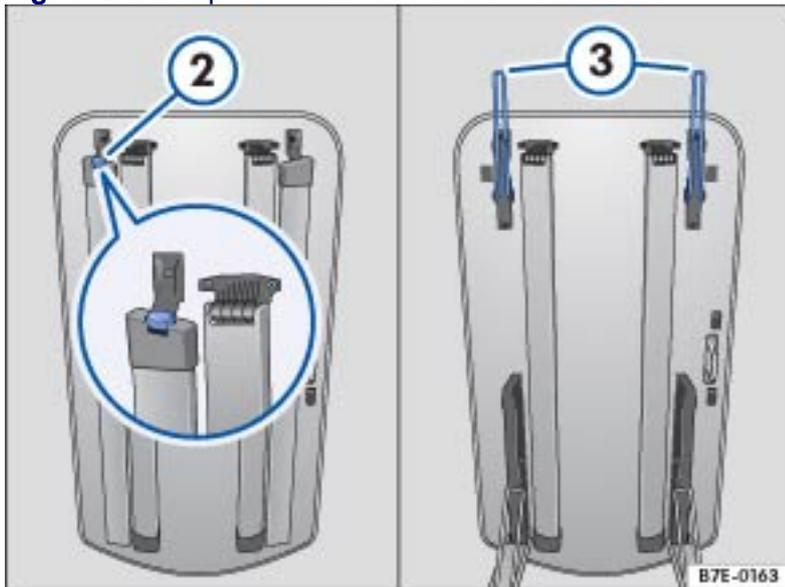

Fig. 44 Éléments de commande de la table escamotable
- En cas d'inégalités du sol, ajustez la hauteur du pied à l'aide de la molette → Fig. 44② .
- Retirez complètement les guides de table ⇒ Fig. 44③.